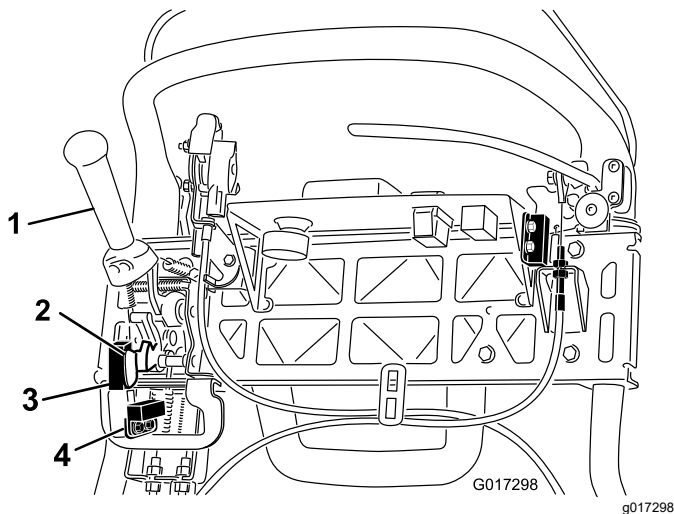

Bild 37
- Lösen Sie die Befestigungsschrauben des Sicherheitsschalters (Bild 37).
- Legen Sie eine 1,6 mm dicke Unterlegscheibe zwischen den Fahrtriebshebel und den Sicherheitsschalter (Bild 37).
- Lösen Sie die Befestigungsschrauben des Mähensors (Bild 37).
- Legen Sie eine 1,6 mm dicke Beilagscheibe zwischen das Mähensorflag und den Mähensor (Bild 37).